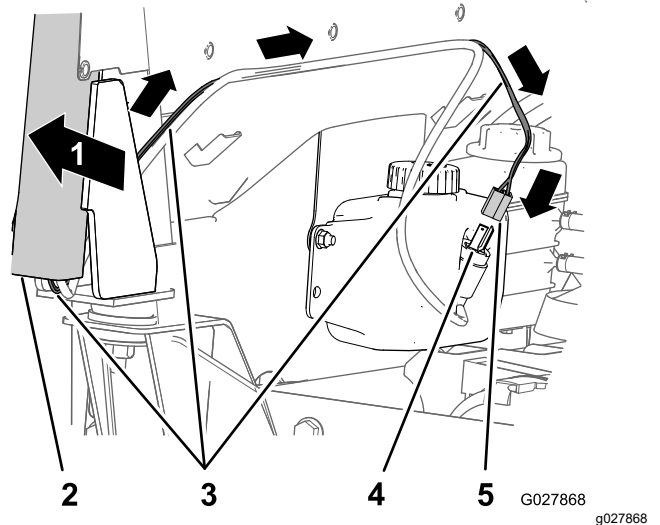

Figura 28
4. Enrute el arnés de cables de la bomba del lavaparabrisas por la parte trasera de la cabina y hasta el conector de 2 patillas del motor de la bomba del lavaparabrisas (Figura 28).